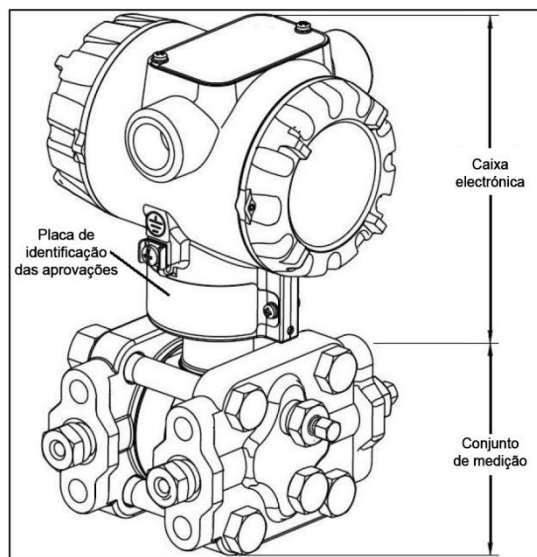
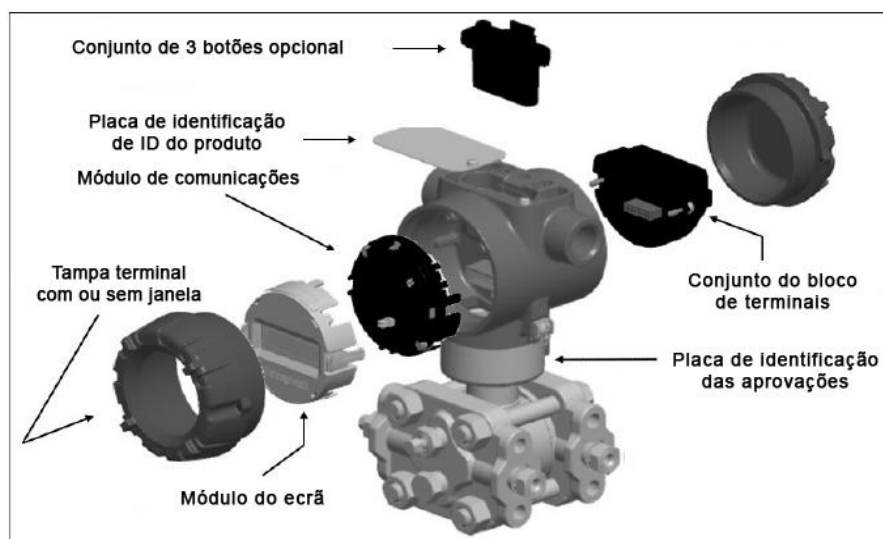

Figura 1 – Conjuntos principais do ST 700
Figura 2 – Componentes da Caixa electrónica
Conforme mostrado na Figura 1, o ST 700 é fornecido em dois conjuntos principais: a Caixa electrónica e o Conjunto de medição. Os elementos na Caixa electrónica respondem a comandos de configuração e executam o software e o protocolo para os diferentes tipos de medição de pressão. A Figura 2 mostra os conjuntos na Caixa electrónica com as opções disponíveis.
A placa de identificação do Transmissor montada na parte inferior da caixa electrónica (consulte a Figura 1) apresenta o número de modelo, a configuração física, as opções electrónicas, os acessórios, as certificações e as especialidades de fabrico. A Figura 3 é um exemplo de uma placa de identificação típica de um Transmissor de pressão manométrica (GP) ou pressão atmosférica (AP). O formato do número de modelo consiste num Número Chave com várias selecções de tabela. As placas de identificação para pressão diferencial (DP), pressão absoluta (AP) e pressão manométrica (GP) são basicamente idênticas. Contudo, a opção DP apresenta uma entrada adicional (7 vs. 6) nas Selecções do Conjunto de medição (Tabela I) para acomodar a classificação de pressão estática.
Existe uma placa de identificação de “aprovações” localizada na parte inferior do Conjunto Electrónico; consulte a Figura 1 para saber a localização exacta. Esta placa de identificação de aprovações contém informações e marcas de serviço que revelam as informações de conformidade do Transmissor. Consulte o Anexo C deste documento para obter requisitos e detalhes sobre certificação de segurança.
Os ajustes de Zero e Amplitude são possíveis nos Transmissores de Pressão SmartLine ST 700 com o conjunto de três botões opcional localizado na parte superior da Caixa electrónica (consulte a Figura 2).